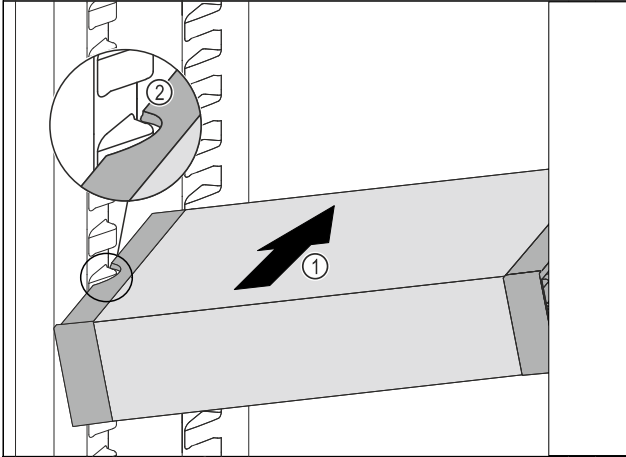

Fig. 127
- ▶ Вставити висувний ящик VarioSafe під кутом в охолоджувальне відділення Fig. 127 (1), доки бокові поглиблення Fig. 127 (2) VarioSafe не будуть розташовуватися на рівні ребра для ємності в охолоджувальному відділенні.